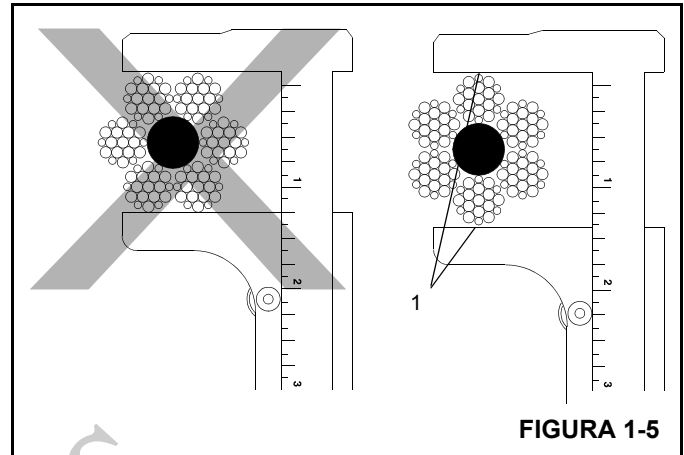

FIGURA 1-5
12. Meça o diâmetro do cabo entre as coroas (1) dos cordões ao determinar se o cabo está danificado (Figura 1-5).